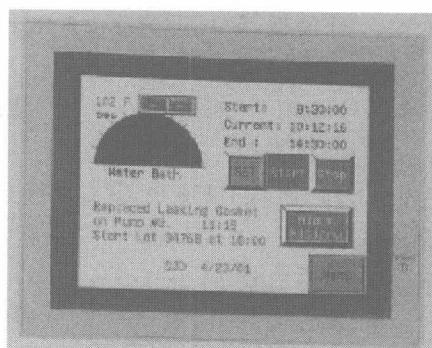

图 2-2 F940GOT 外形 (5.7 英寸显示屏)
② F940GOT (5.7 英寸显示屏): 外形如图 2-2 所示, 有 2 色和 8 色, 是目前最受欢迎的标准尺寸。F940GOT 是一种具有高级显示功能、报警处理能力及 PLC 顺序程序编辑功能的通用执行器。